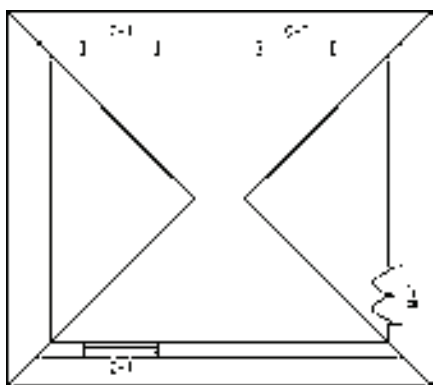

图 7-75 输入出檐长
3) 按〈Enter〉键，即可完成任意坡顶的创作，结果如图 7-75 所示。